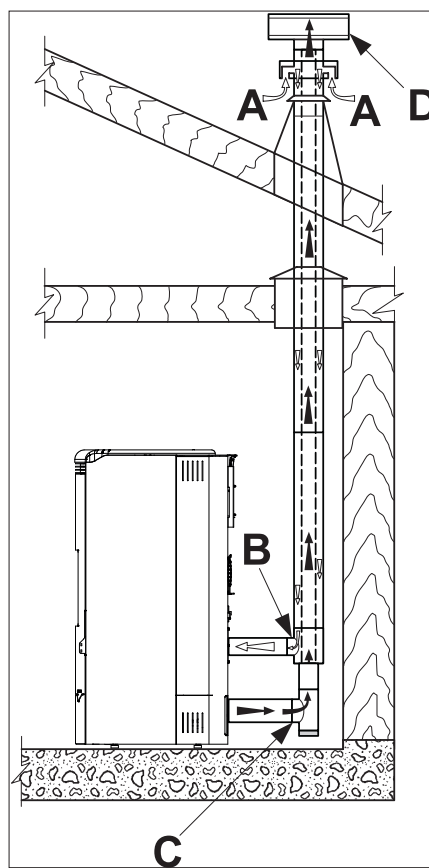

Fig. 5.4c
- de canaliser l'air comburant en utilisant un tube d'évacuation coaxial pour l'expulsion des fumées et le prélèvement de l'air ; par conséquent, il n'est pas nécessaire de pratiquer une prise d'air classique dans la pièce (fig. 5.4c A,B=Entrée d'air C,D=Évacuation des fumées) ;